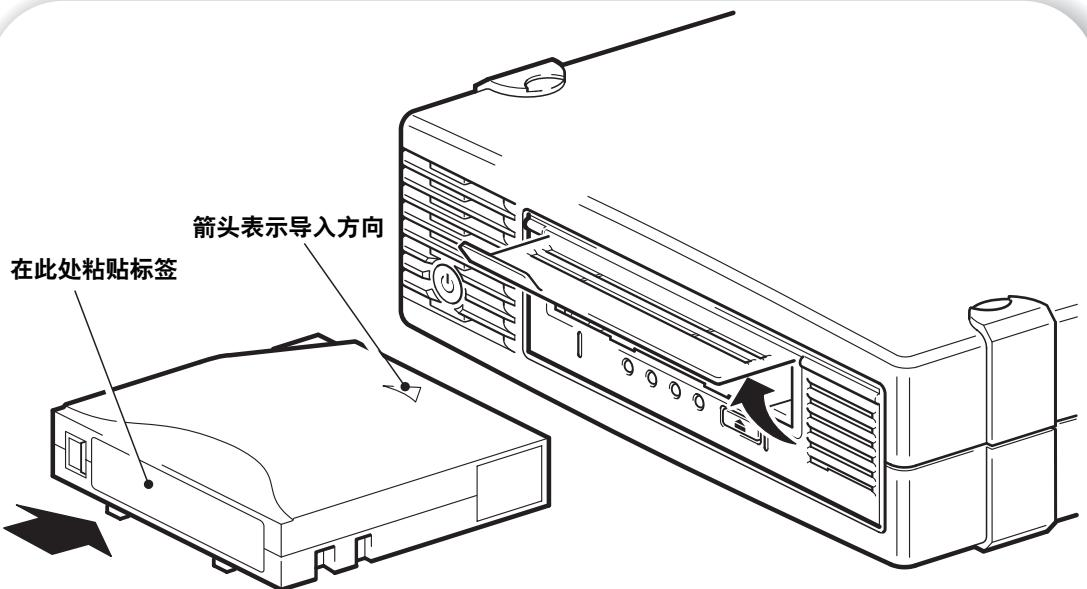

图 7a：装入盒式磁带
- 1 提起盒式磁带挡门并将盒式磁带插入磁带机前端的插槽中，使白色箭头在最上方且朝向磁带机挡门。轻轻推压，直到磁带机接收磁带并将其装入。（见图 7a。）